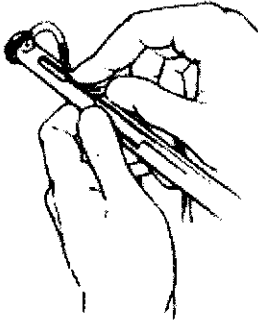

Figura 3. Bucle cerca de la cabeza del electrodo
2. Inserte el cable dentro de las ranuras del mango y forme un pequeño bucle cerca de la cabeza del electrodo (Figura 3).